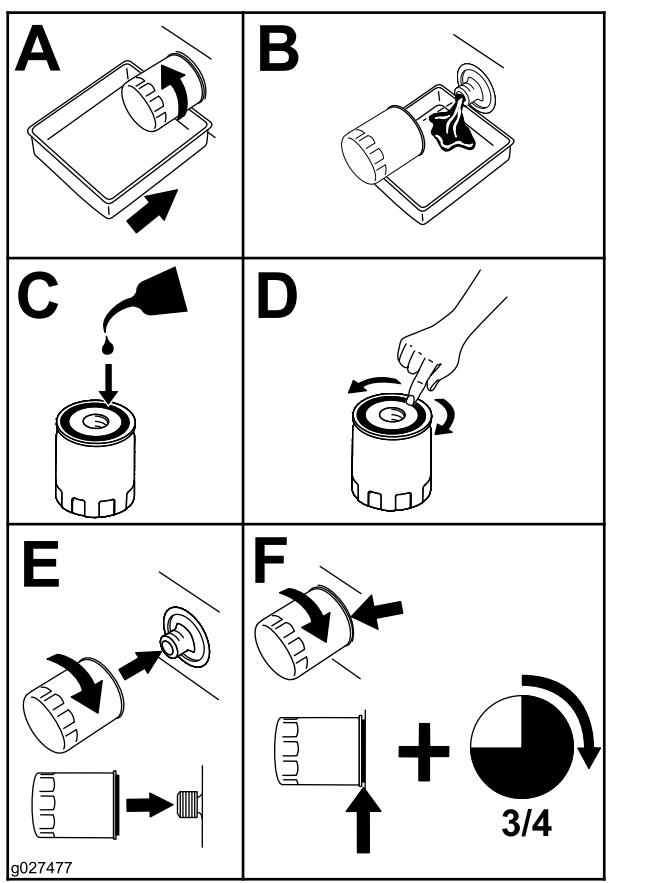

Figura 51
5. Substitua o filtro do óleo do motor (Figura 51).